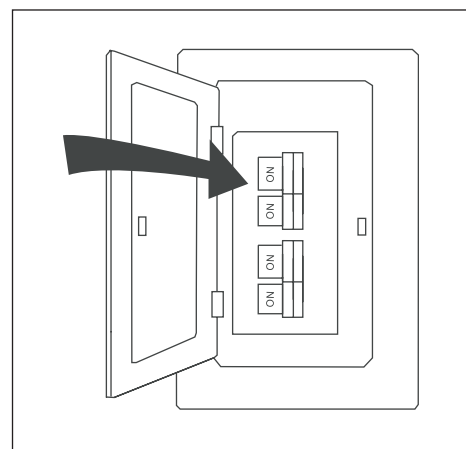

Figure 5.8
8. Alimentez l'appareil à partir du panneau de disjoncteurs et à l'aide de l'interrupteur mural qui alimente les fils du ventilateur. L'assemblage est terminé (Figure 5.8).